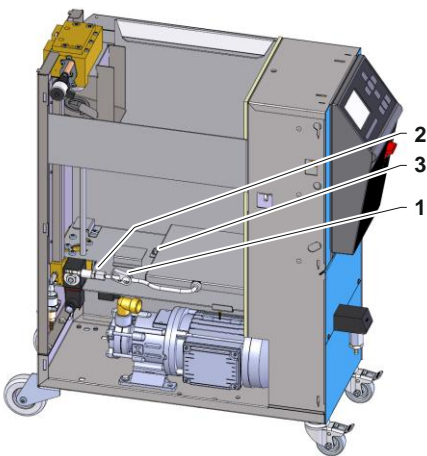

Abb. 1: Einblick Tank
- Schlauchklemme (Kennzeichnung 1 → Abb. 1) von Füllstandsbehälter zusammendrücken.
- Verschraubung Schlauchleitung (Kennzeichnung 2 → Abb. 1) demontieren.
- Befestigungsmutter (Kennzeichnung 2 → Abb. 1) mit Spannscheibe entfernen.
7. Sofern die bisherige Verschraubung (Kennzeichnung 2 → Abb. 1) aus Messing besteht, ist diese durch die Edelstahlverschraubung (u/ID T18899) zu ersetzen.
8. Um den Füllstandsbehälter (18) einzubauen, ist wie folgt vorzugehen:
- Neuer Füllstandsbehälter am Tankboden anbringen und mit Mutter und Spannscheibe (Kennzeichnung 3 → Abb. 1) befestigen.
- Verschraubung (Kennzeichnung 2 → Abb. 1) Schlauchleitung an entsprechenden Anschluss anschliessen.
- Schlauchklemme (Kennzeichnung 1 → Abb. 1) von Füllstandsbehälter öffnen.
9. Filterkorb (17) in den Tank einsetzen.